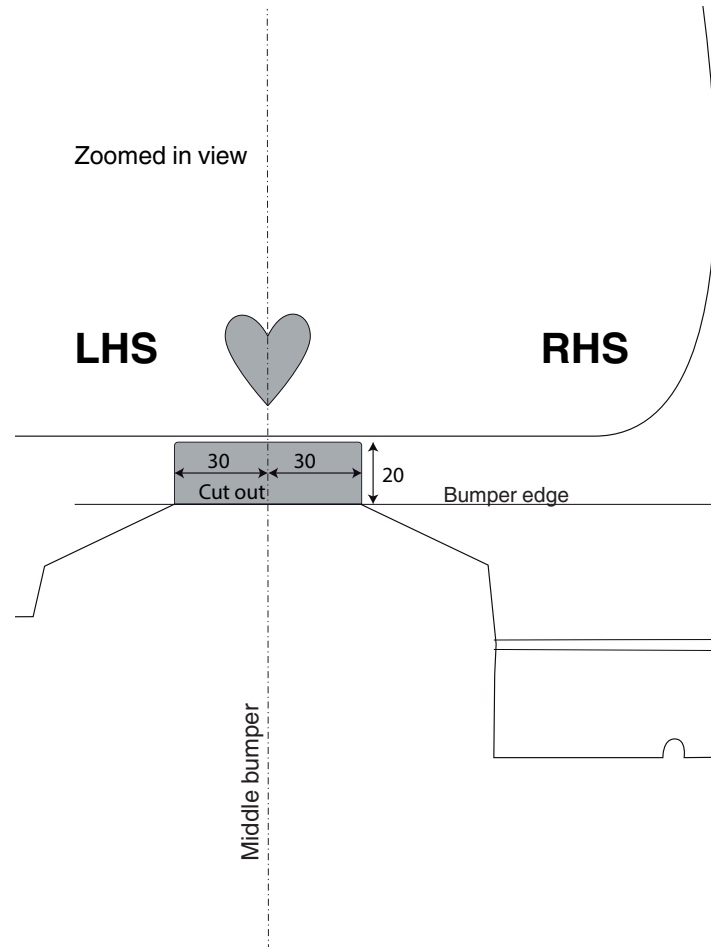

Fig. 2
11. **Peugeot:** Выпилить обозначенные части, как указано на рис. 2.